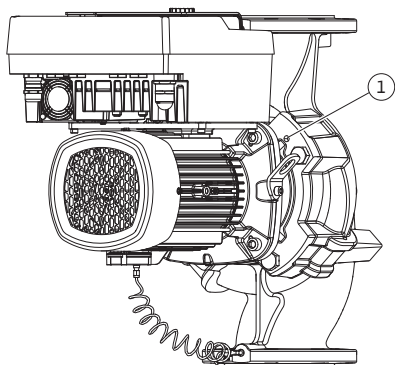

Fig. 10: Éjection du kit embrochable par les trous taraudés
Pour le type de pompe (Fig. III), desserrer les vis (pos. 29). Utiliser les deux trous taraudés adjacents (Fig. 10, pos. 1) ainsi que les vis appropriées fournies par le client (p. ex. M10 x 25 mm).